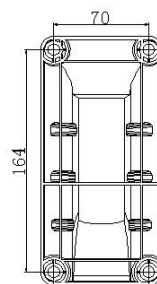

Fig.2
3. Pegue no suporte de montagem como modelo para marcar a posição dos parafusos e faça quatro furos na parede (fig.2)